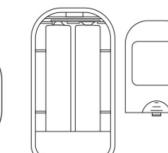

Figura 3 Installazione batterie
- Passo 1 Fare riferimento alla Figura 3 e inserire 2 batterie AAA nel verso corretto.